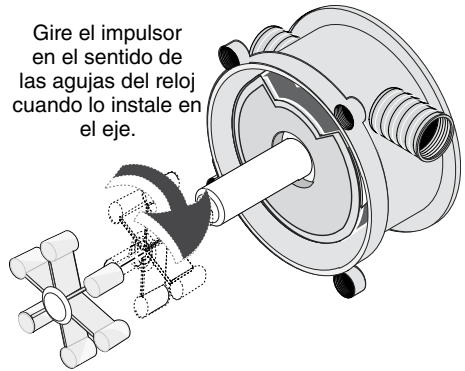

Figura 4 – Gire el impulsor en el sentido de las agujas del reloj durante la instalación.
9. Gire el impulsor en el sentido de las agujas del reloj mientras lo esté instalando (las hojas del impulsor estarán dobladas). Consulte la figura 4.